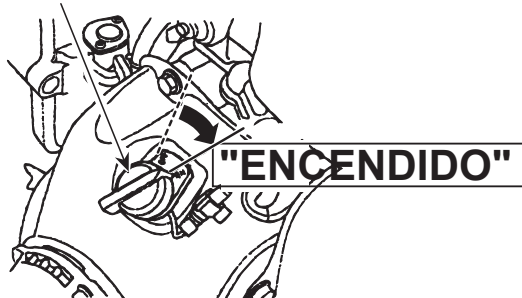

Figura 9. Interruptor del motor
2. Fije el interruptor de **ENCENDIDO/APAGADO** del motor en la posición de **ENCENDIDO** (arranque) (Figura 9).